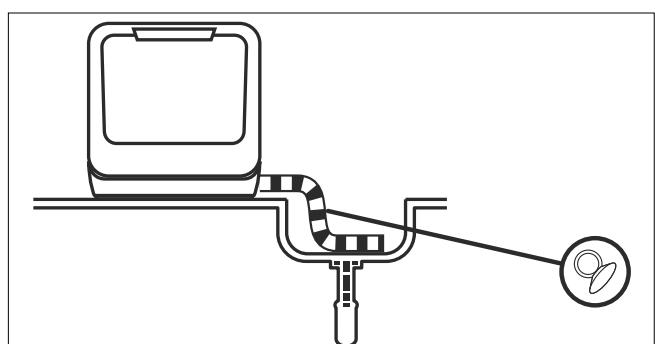
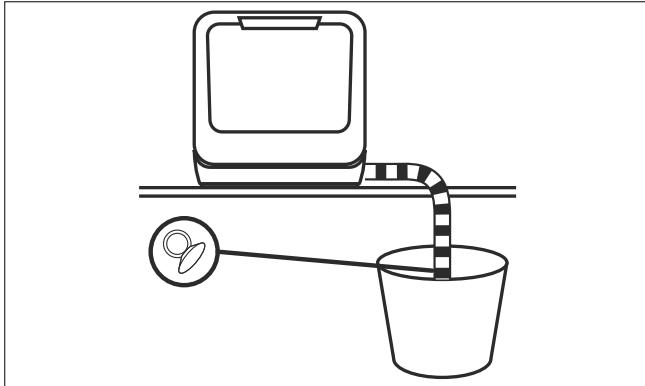

Fig. 10 – Évacuation dans un lavabo
Fig. 11 – Évacuation dans un récipient
- ▶ Suspenez l'extrême du tuyau d'évacuation dans un lavabo (voir Fig. 10) ou un récipient suffisamment grand (voir Fig. 11).
- ▶ Après avoir installé le raccordement d'eau et la vidange d'eau, branchez la fiche d'alimentation (24) sur une prise de courant.